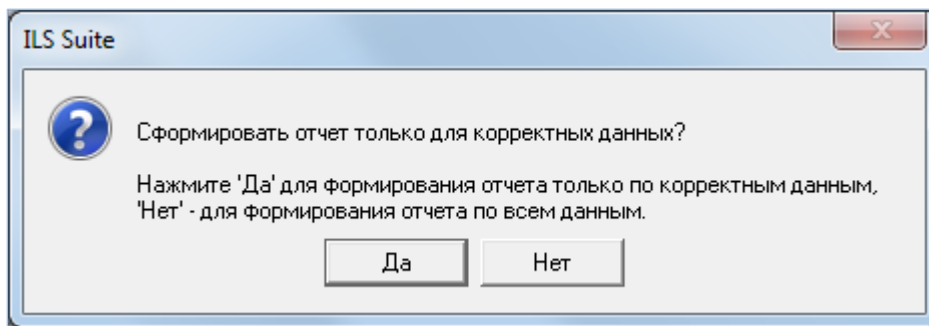

Рис. 26-85 – Диалоговое окно
5) Отображается диалоговое окно для выбора типа данных, корректных или всего объема данных, используемых при формировании отчета. Нажать кнопку «Да» для выбора корректных данных для отчета (рис. 26-85).